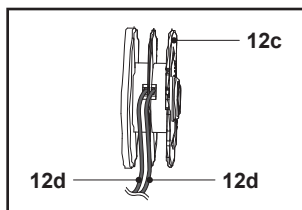

Fig. 25
5. Conduzca un extremo de los nuevos hilos de corte (12d) a través del ojal pequeño de la bobina de corte (12c) en la dirección que indican las flechas (Fig. 25).